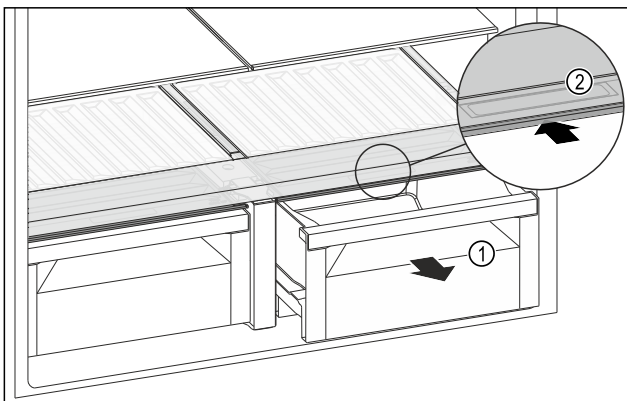

Fig. 130
- ▶ Schubfach Fig. 130 (1) herausziehen.
- ▶ Griffmulde Fig. 130 (2) am Fachdeckel anfassen und Fachdeckel gleichzeitig nach hinten schieben.